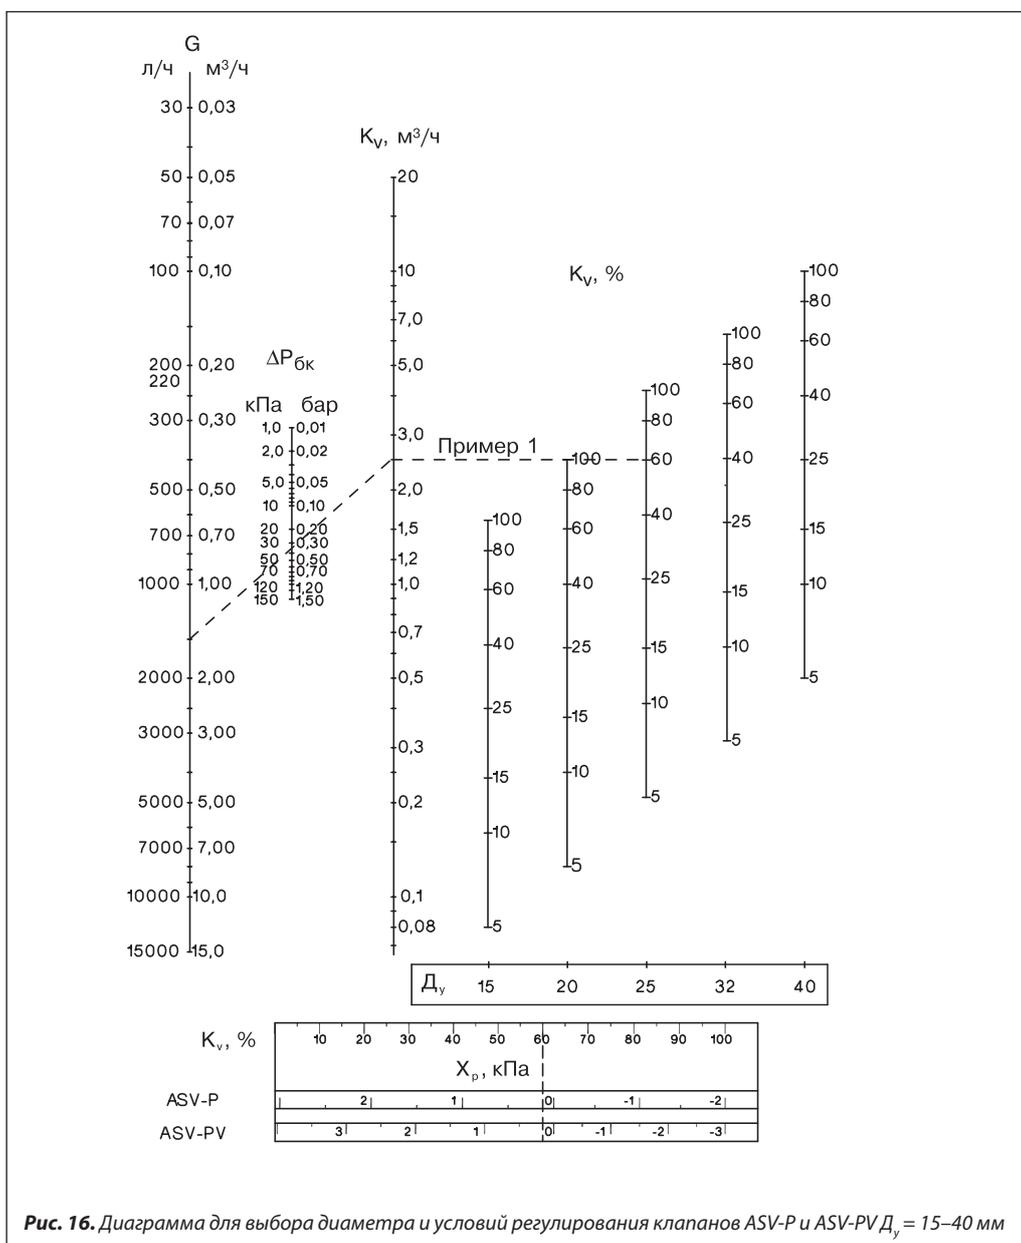

Рис. 16. Диаграмма для выбора диаметра и условий регулирования клапанов ASV-P и ASV-PV $D_y = 15-40$ мм
Значение ΔP_m может быть также найдено по диаграмме на рис. 16 (стр. 15).
6. Условия работы клапана определяются по диаграмме (рис. 16, стр. 15). Для чего точка $1,5 \text{ м}^3/\text{ч}$ на шкале расхода G соединяется линией с точкой $0,36 \text{ бар}$ на шкале потерь давления в балансировочном клапане $\Delta P_{\text{бк}}$. Затем эта линия продлевается до шкалы K_v , где читается требуемая пропускная способность клапана ASV-PV, равная $2,5 \text{ м}^3/\text{ч}$. Далее, от этого значения K_v проводится горизонтальная линия до пересечения с вертикальной шкалой значений K_v в % для клапана принятого диаметра $D_y = 25 \text{ мм}$, где видна степень его открытия — 60%.